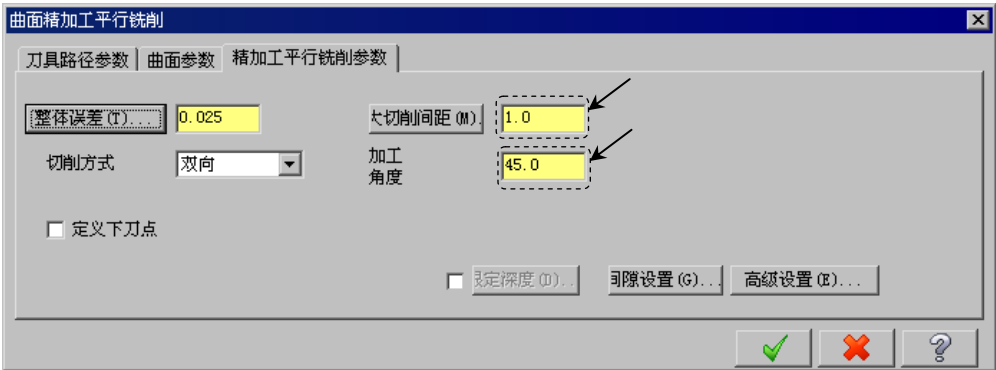

图 17.14 “精加工平行铣削参数”选项卡
Step8. 设置精加工平行铣削参数。在“曲面精加工平行铣削”对话框中单击 **精加工平行铣削参数** 选项卡，设置图 17.14 所示的参数。